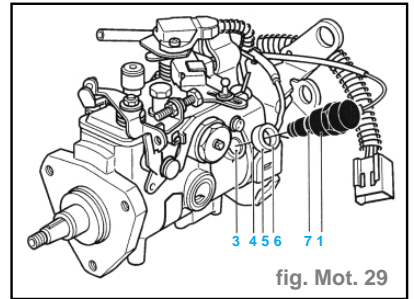

fig. Mot. 29
- Débrancher le connecteur de la pompe. (fig. Mot. 29)